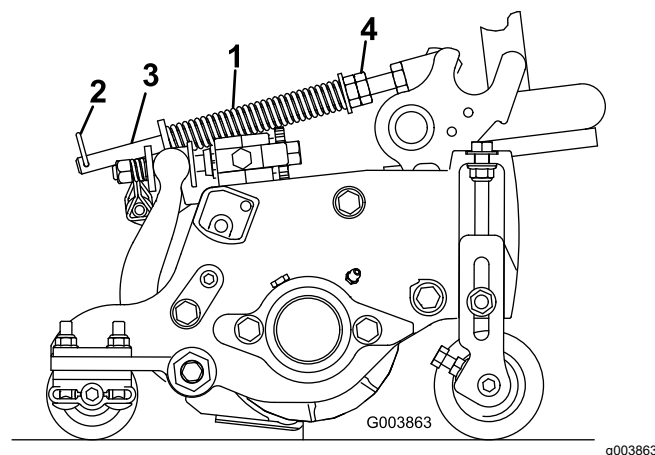

Figura 51
2. Strângeți piulițele hexagonale pe capătul frontal al tijei arcului, până când lungimea comprimată a arcului este de 15,9 cm; consultați Figura 51.
Arcul de compensare pentru gazon (Figura 51) transferă greutatea de la rola frontală pe cea posterioară. Acest lucru ajută la reducerea valurilor create la nivelul gazonului, fenomen cunoscut și drept ondulare sau oscilare.
1. Asigurai-vă că tiftul în formă de agrafă este montat în orificiul posterior al tijei arcului (Figura 51).